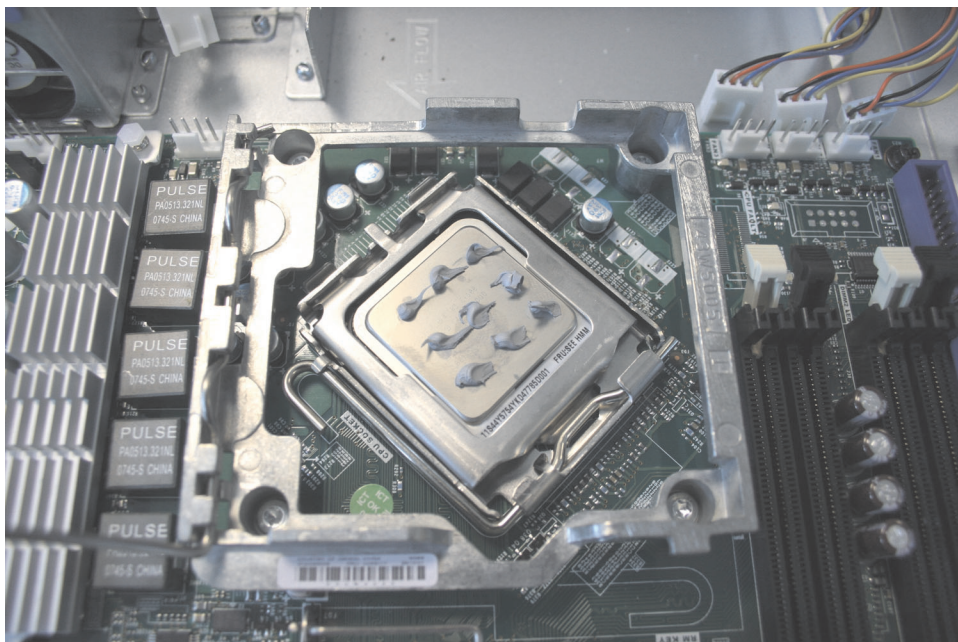

図 185. SAN ボリューム・コントローラー 2145-8A4 マイクロプロセッサ上の 9 個の熱伝導グリース・ドットの全セット
- d. 224 ページの図 185 に示すように、マイクロプロセッサの上部に熱伝導グリースを塗布します。熱伝導グリースの 9 個のドットを 3 個のドットずつ 3 行に塗布し、外側の行はマイクロプロセッサの端から約 5 mm の位置になるようにします。熱伝導グリース注入器のキャップの直径が 5 mm なので、これを利用して熱伝導グリースのドットの必要位置を判断できます。